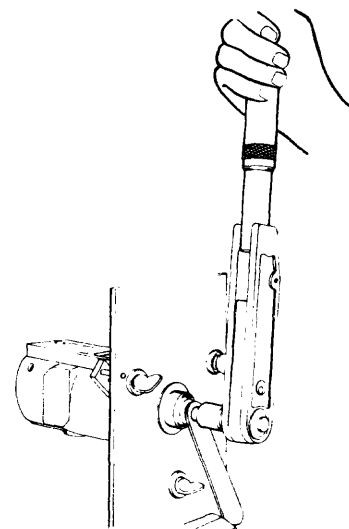

Fig. 4
- 2 Use llave dinamométrica (fig. 4).